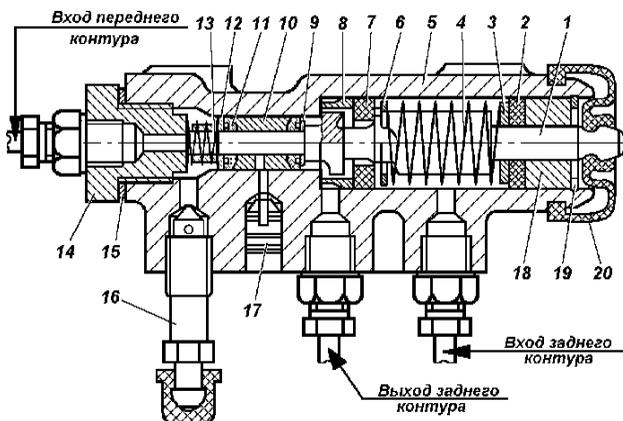

Рис. 7.9. Регулятор давления:
Регулятор давления* (рис. 7.9) автоматически корректирует давление тормозной жидкости в контуре тормозных механизмов задних колес в зависимости от нагрузки на автомобиль, предотвращая занос автомобиля из-за блокировки задних колес при интенсивном торможении.
Обращать внимание при осмотрах гидропривода на расположение контрольной заглушки 17 (рис. 7.9) и отсутствие подтекания из-под нее тормозной жидкости. В нормальном состоянии заглушка должна быть утоплена в отверстие корпуса регулятора до упора. При выступании заглушки из отверстия и подтекании тормозной жидкости регулятор подлежит ремонту или замене.
3. Завернуть болт 4 до соприкосновения его с хвостовиком поршня 1 (рис. 7.9) регулятора, довернуть болт на 2/3 оборота (4 грани головки болта) и затянуть контргайку.